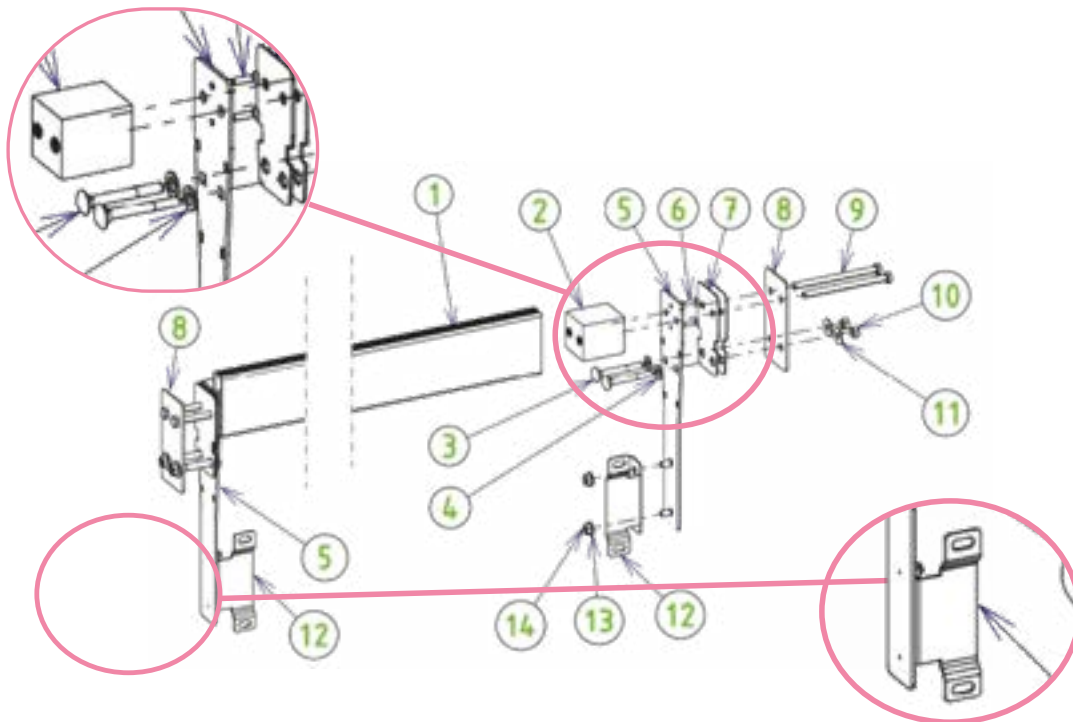

Abbildung 43 – Montage und Installation des Trägers
**Die Dichtungsscheiben (4) sind dringend erforderlich, um die Leckdichtheit des Pools zu gewährleisten.**
Befestigen Sie die beiden Winkel (12) mit Hilfe von 4 Muttern (14) und vier 8 mm Edelstahl-Unterlegscheiben A4 (13) an den Trägerplatten (5). Die herausstehenden Teile der Winkel (12), die eine Einkerbung haben, müssen an der dem Skimmer und der Achse gegenüberliegenden Seite sein (siehe vergrößerte Ansicht der Winkel (12) in Abbildung 43
Befestigen Sie schließlich die Trennwand auf den Winkeln (Teil 12 in *Abbildung 43*) mit vier Senkkopfschrauben (7) 8 x 16, vier Unterlegscheiben und vier Muttern von 8 mm Durchmesser aus A4 Edelstahl.